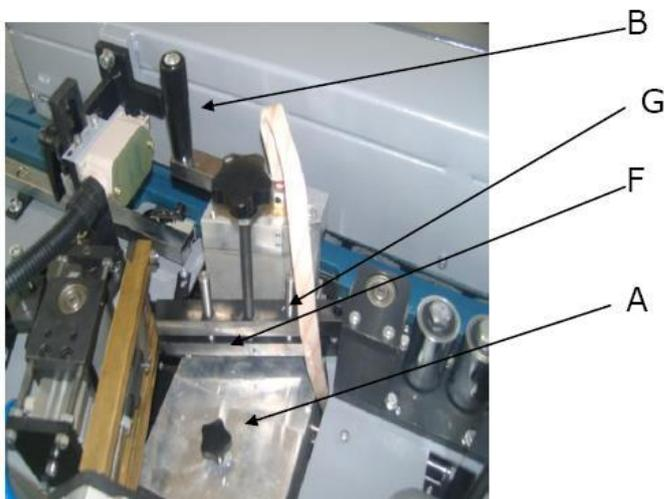

Fig. 12.
3. Démarrer le rouleau de colle lorsque la colle est en état liquide et sa température atteint 190°C. Vérifiez la quantité de colle appliquée avec le levier B (Fig. 12). Considérer la quantité de colle dans le bac à colle, quand vous collez dans le chant. S'il est nécessaire, verser la colle dans le bac à colle, jusqu'à ce que la distance entre la colle et le couvercle soit d'environ 1 cm.